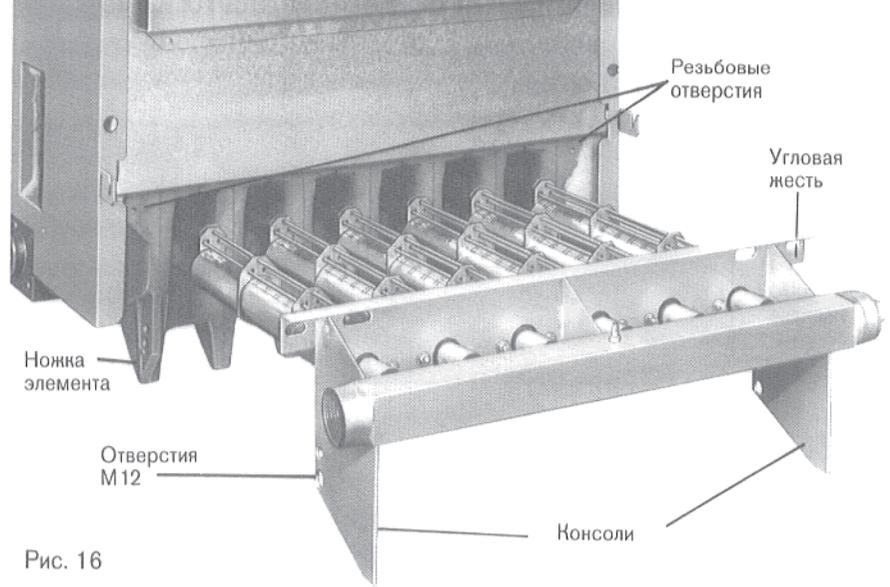

Рис. 16
- Откинуть теплоизоляционную цинковку (G).
- Вытащить зажимную крышку отверстия для очистки (C).
- Произвести демонтаж колосниковой решетки (J). Для этого необходимо ослабить резьбовое соединение (H – подключение газа) и отвинтить колосниковую решетку (J). Демонтаж газовой арматуры не требуется (рис. 16).
Расположение охлаждающих стержней должно соответствовать рис. 16 а.
Рис. 16 а – детальное изображение "А"